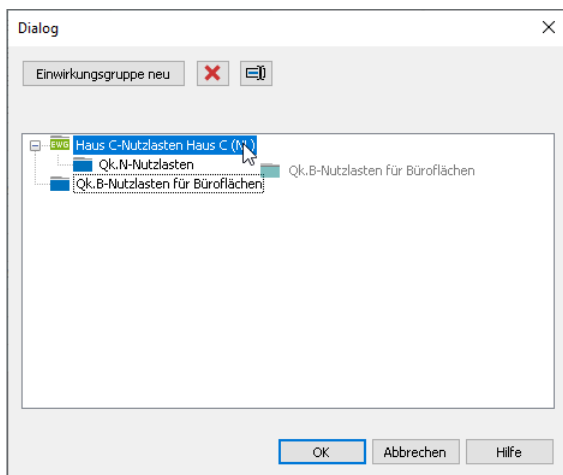

Bild 4. Zuordnung einer Nutzlast in eine Einwirkungsgruppe
Per Klick auf die Schaltfläche „abhängige Einwirkungen“ ③ öffnet sich ein neuer Dialog, in dem alle vorhandenen Einwirkungsgruppen ④ sowie alle veränderlichen Einwirkungen, die für eine Gruppierung infrage kommen, aufgeführt sind. Das Erstellen einer neuen Einwirkungsgruppe erfolgt durch Vorgabe von „Name“, „Beschreibung“ und „Typ“ (vgl. Bild 3) der Einwirkungsgruppe über die Schaltfläche „Einwirkungsgruppe neu“ ⑤. Per „Drag and Drop“ können die infrage kommenden Einwirkungen einer Einwirkungsgruppe zugeordnet werden (vgl. Bild 4).
In Bild 4 sind die Einwirkungen Qk.N (Nutzlast für Büro- und Aufenthaltsräume) und Qk.B (Nutzlast für Büroflächen) als unterschiedliche Nutzlasten in den projektweiten Einwirkungen definiert. Beide Einwirkungen sollen über die Option der „abhängigen Einwirkungen“ zu der Einwirkungsgruppe „Nutzlasten-Haus C“ zusammengefasst werden. Die Einwirkung Qk.N ist bereits der Einwirkungsgruppe zugeordnet. Die Einwirkung Qk.B kann ebenfalls der Gruppe zugeordnet werden, indem die Auswahl „Qk.B-Nutzlasten für Büroflächen“ mit der linken Maustaste angeklickt und bei gedrückter Maustaste in die Einwirkungsgruppe „Nutzlasten-Haus C“ verschoben wird. Durch Loslassen der linken Maustaste wird die Zuordnung von Qk.B finalisiert.